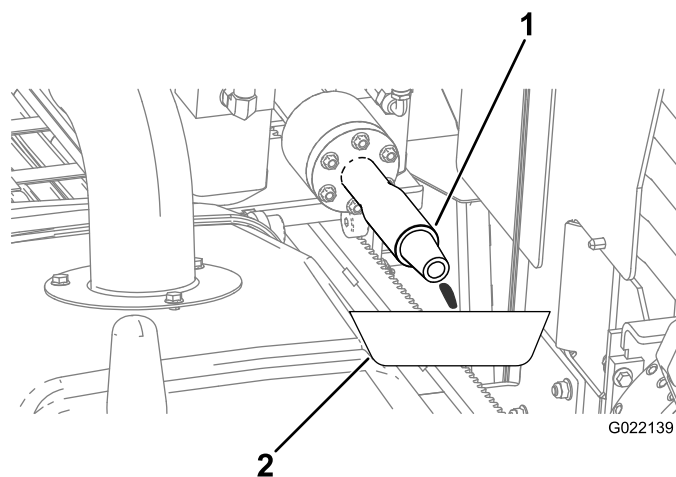

Figure 149
- B. Placez un bac de vidange sous l'arbre de forage pour récupérer les fuites d'antigel (Figure 149).
D. Lorsque l'antigel s'écoule par l'arbre de forage (Figure 149), arrêtez la pompe.